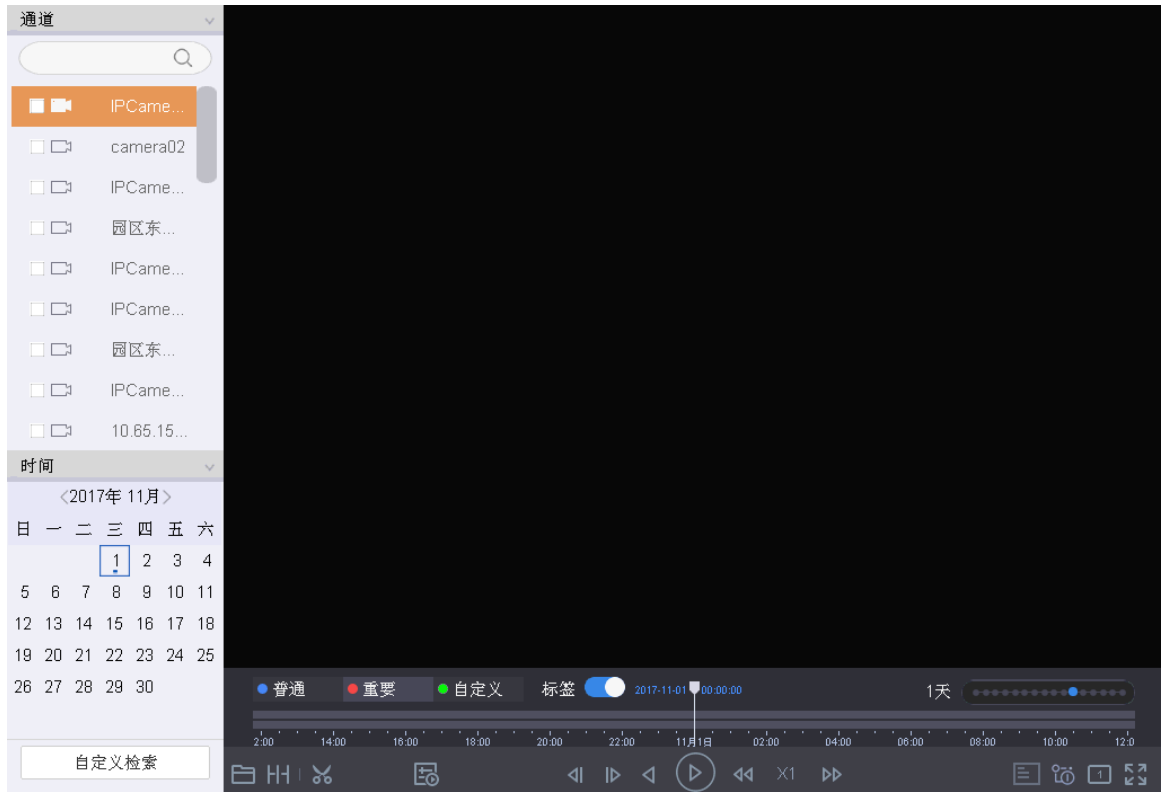

图3-21 回放界面
- 进入回放界面，选择通道和时间，回放界面如图 3-21 所示。